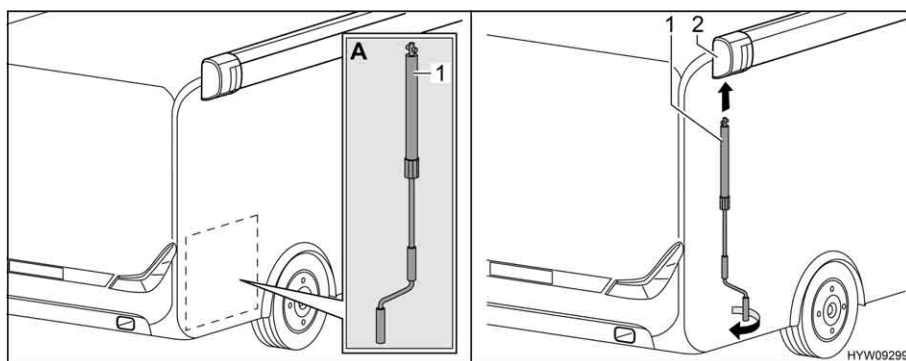

Fig. 49 Applicazione manovella
- Prelevare la manovella (Fig. 49,1) dal garage di coda (Fig. 49,A).
- Inserire la manovella nel supporto a baionetta (Fig. 49,2) della tenda.